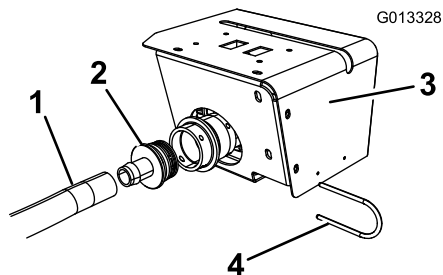

Figura 17
5. Staccate il raccordo dentellato diritto S67 e la forcella di fissaggio dal gruppo valvola di regolazione dell'avvolgitubo (Figura 17). Montate una fascetta stringitubo sul flessibile. Spalmate del sapone liquido sul flessibile e sul raccordo. Inserite